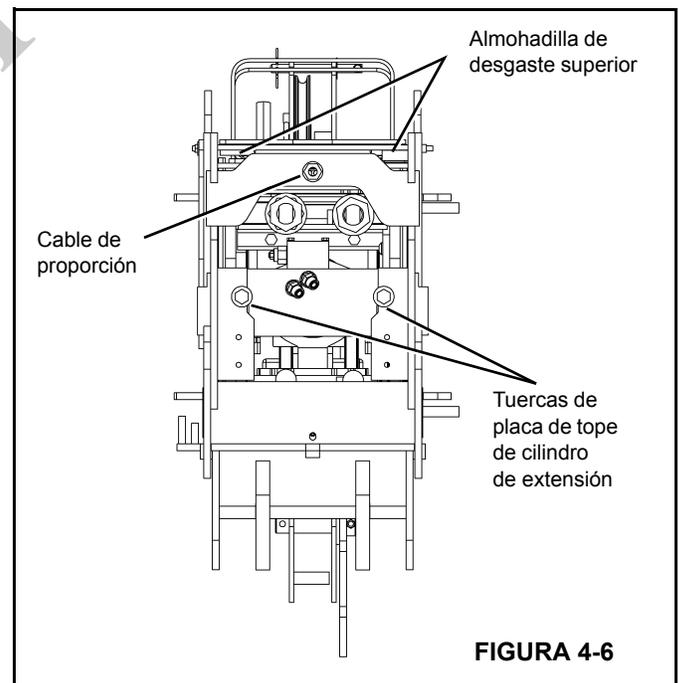

FIGURA 4-6
1. Retire las almohadillas de desgaste superiores izquierda y derecha de la parte trasera entre las secciones 1ª y 2ª de la pluma (Figura 4-6).